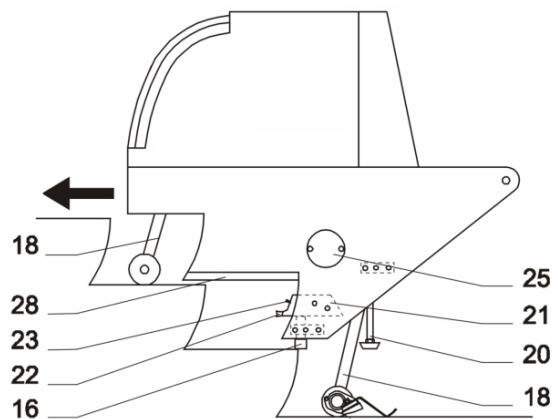
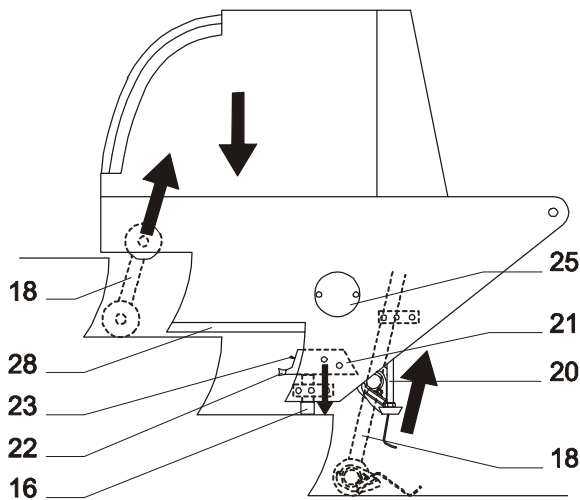
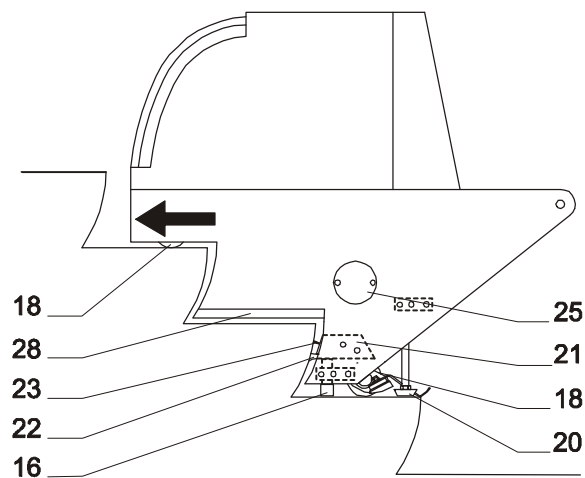

Bild 7: Maschine ansetzen
Bild 10: Maschine absenken
Bild 11: Maschine positionieren
Maschine mit ausgefahrenen Hubspindeln (18) in Fahrtreppe schieben und durch autorisierten Fahrtreppenbediener bis auf erste komplett ausgefahrene Stufe fahren lassen (Bild 7: Maschine ansetzen).
Um eine optimale Befeuchtung der Bürsten zu erreichen, soll bei Beginn des Reinigungsvorganges die erste Stufe zweimal gereinigt werden. Bei starker Sonneneinstrahlung oder hohen Umgebungstemperaturen sollte die Fahrtreppe nur auf eine Länge von 3-4 Stufen vorgesprüht werden, da die Reinigungsflüssigkeit auf warmen Stufen sehr schnell abtrocknet. Nachdem die Maschine - an der linken Seite der Fahrtreppe angelegt - bis auf Anschlag der Räder in die Fahrtreppenstufe geschoben wurde (siehe Bild 7: Maschine ansetzen), wird sie abgesenkt (Bild 10: Maschine absenken) und auf den Gleitschienen (28) bis zum Anschlag der Dichtleiste (22) in die Treppe geschoben (Bild 11: Maschine positionieren).
Danach wird die Maschine bis zum Anschlagen der Räder auf der nächsthöheren Stufe nach vorne geschoben (Bild 7: Maschine ansetzen) und wieder abgesenkt. Nun kann die Maschine auf den Gleitschienen in die neue Arbeitsposition geschoben werden (Bild 11: Maschine positionieren).